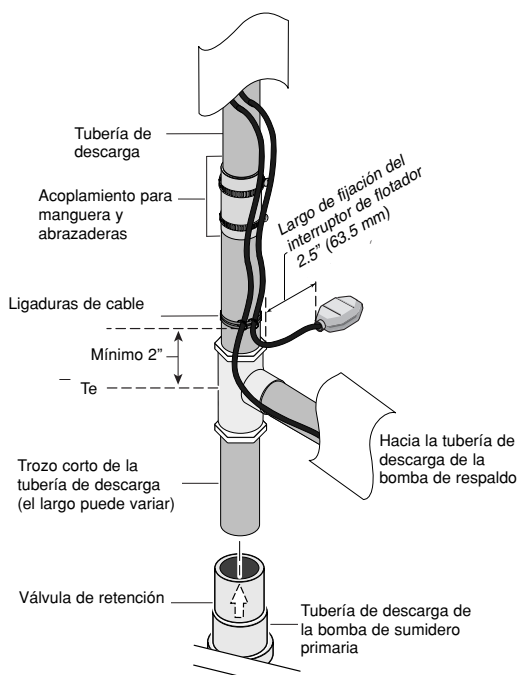

Figura 6 – Largo de fijación del interruptor de flotador y tubería de descarga de la bomba de respaldo
- Instale un trozo corto de tubería en la parte superior de la válvula de retención en la descarga de la bomba primaria. Consulte la Figura 6. **AVISO:** Debe haber una válvula de retención instalada en la tubería de descarga de la Bomba de Sumidero Primaria entre el Te y la Bomba de Sumidero Primaria. Esto impedirá la recirculación hacia la Bomba Primaria cuando se encienda la Bomba de Sumidero de Repuesto.
- Coloque la unidad del interruptor de flotador (Clave No. 7) flojamente en la tubería de descarga con las ligaduras de cable (Claves No. 7A & 7B). Consulte la Figura 6. Debe quedar aproximadamente 2.5" (63.5 mm) de longitud de cordón entre el flotador y la abrazadera. No apriete las ligaduras de cable. Es posible que requiera ajustes más tarde.
- Coloque la unidad del interruptor de flotador de la bomba de respaldo (Clave No. 7) flojamente en la tubería de descarga con las ligaduras de cable (Claves No. 7A & 7B). Consulte la Figura 6 en la Página 34. Debe quedar aproximadamente 2.5" (63.5 mm) de longitud de cordón entre el flotador y la abrazadera. No apriete las ligaduras de cable. Es posible que requiera ajustes más tarde.